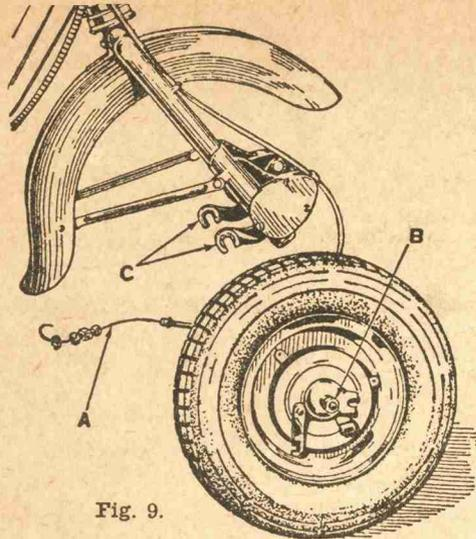

Fig. 9.
Para sacar la rueda delantera en ambos modelos (fig. 9) hay que desconectar primeramente el cable de comando del freno (A), después aflojar las dos tuercas (B) que unen la rueda a